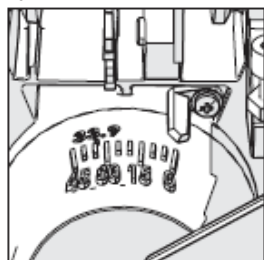

Рис. 8
- Убедитесь, что режущая головка стоит вертикально и дошла до упора, а индикатор наклона показывает на шкале угол 0° (Рис. 8).